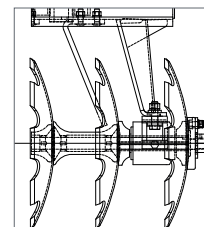

FIGURA 11
- Levante a outra parte da grade e repita a operação, verificando que a concavidade dos discos de uma seção deve ficar ao contrário da outra, conforme mostra abaixo *figura 11*.